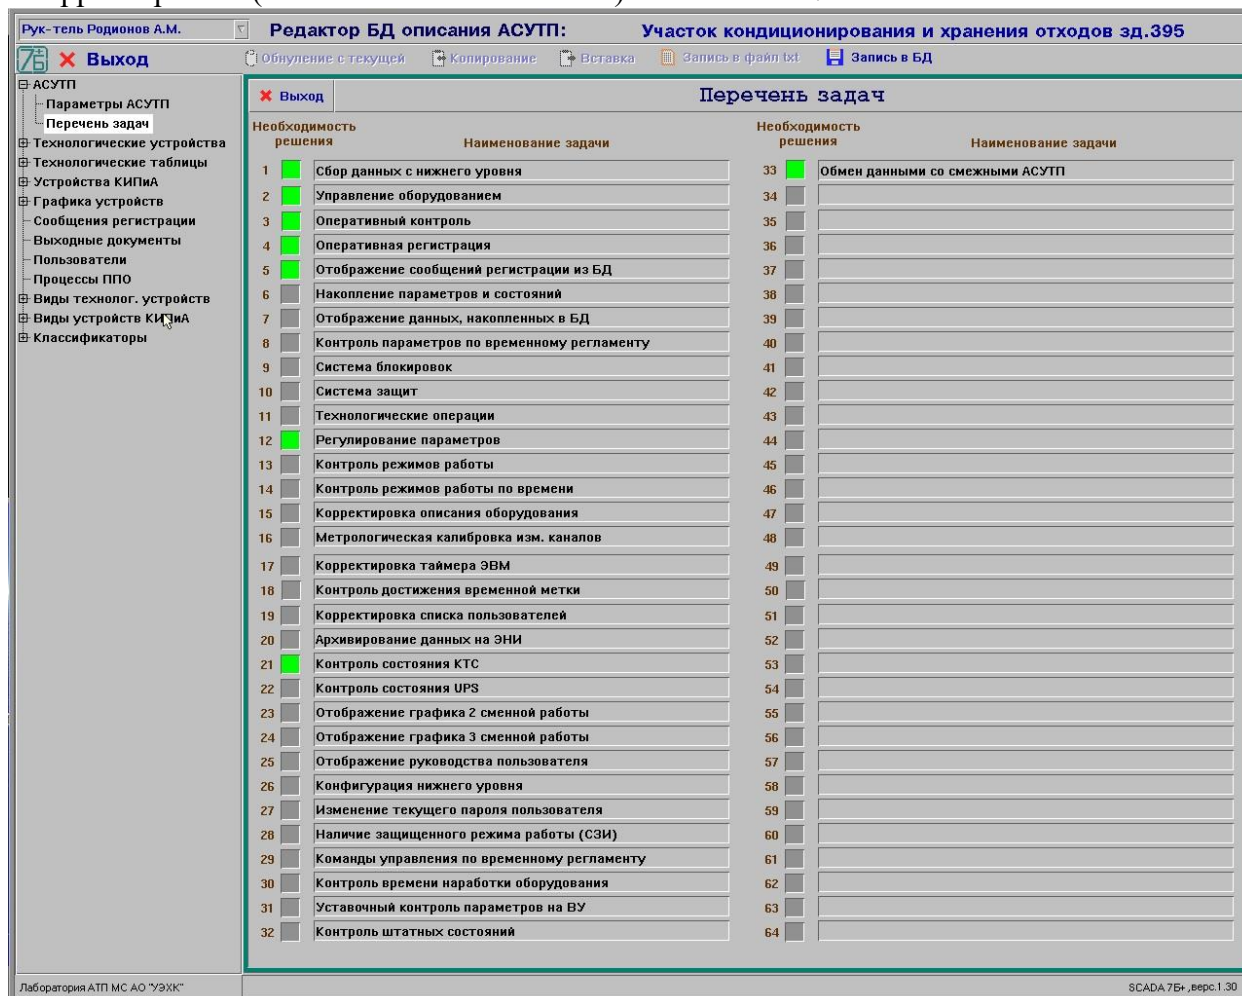

Рисунок 47 - Окно редактирования перечня задач системы
8.23.2 В окне редактирования перечня задач (см. рис. 47) отображается список задач системы и признак необходимости решения каждой задачи, который может откорректировать (включить или выключить) пользователь.